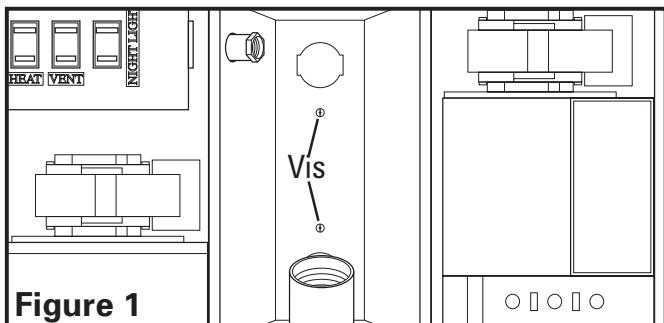

Figure 1
- Enlever les deux vis à métaux retenant le réflecteur en place. Conserver le réflecteur et les vis dans la boîte jusqu'au besoin pour éviter qu'ils soient perdus ou endommagés (**Figure 1**).